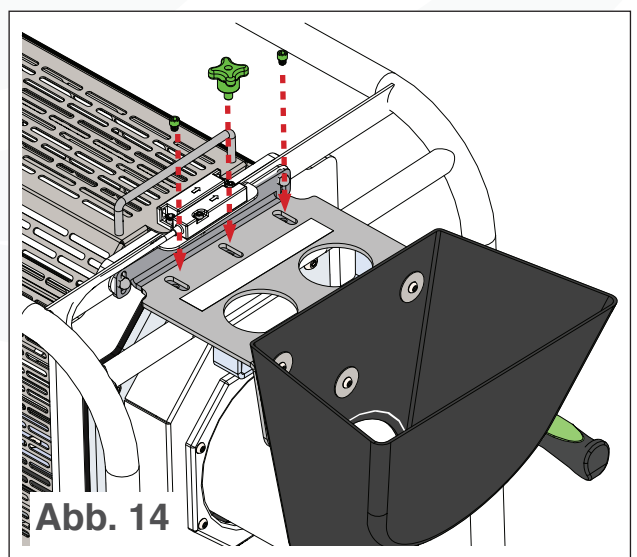

Abb. 14
- 3.** Befestigen Sie den Rest des Trichters mit Schrauben und dem Trichter-Drehknopf an der Trichterhalterung (siehe Abb. 14).